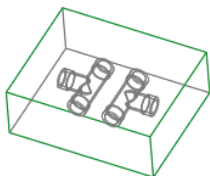
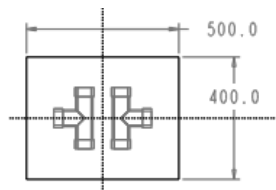

图 15.4 创建坯料
图 15.5 截面草图
Step4. 创建图 15.4 所示的坯料特征。
(1) 选择命令。单击 **模具** 功能选项卡 **形状** 区域中的 **拉伸** 按钮。
(2) 创建实体拉伸特征。
① 定义草绘截面放置属性。在绘图区中右击，从系统弹出的快捷菜单中选择 **定义内部草绘...** 命令。然后选择 MAIN_PARTING_PLN 基准平面作为草绘平面，草绘平面的参考平面为 MOLD_RIGHT 基准平面，方位为 **右**，单击 **草绘** 按钮，系统至此进入截面草绘环境。
② 进入截面草绘环境后，选取 MOLD_RIGHT 基准平面和 MOLD_FRONT 基准平面为草绘参考，然后绘制图 15.5 所示的截面草图。完成截面草图的绘制后，单击“草绘”操控板中的“确定”按钮 。